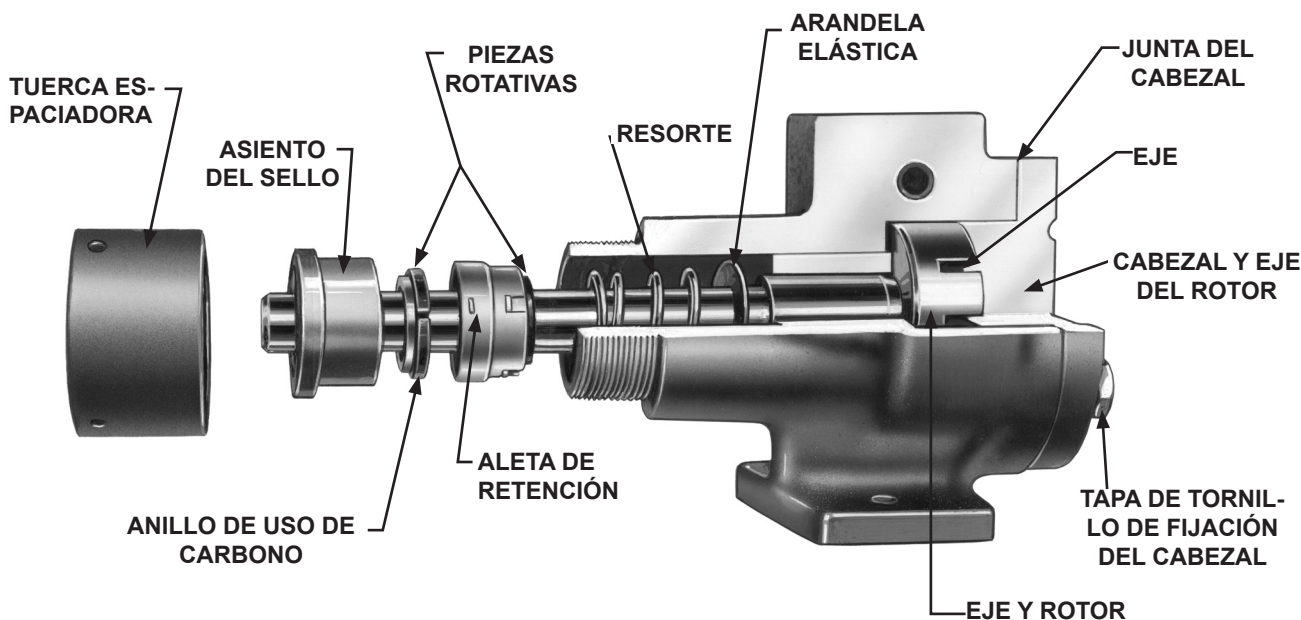

FIGURA 5
4. Cuando reensamble una bomba mecánicamente precintada, ubique la arandela elástica y el resorte en el eje, **vea la Figura 5, Página 4**. Aplique una fina capa de aceite al eje y al interior de la parte inferior de la goma de la pieza rotativa. Deslice la pieza rotativa hasta el final del eje.